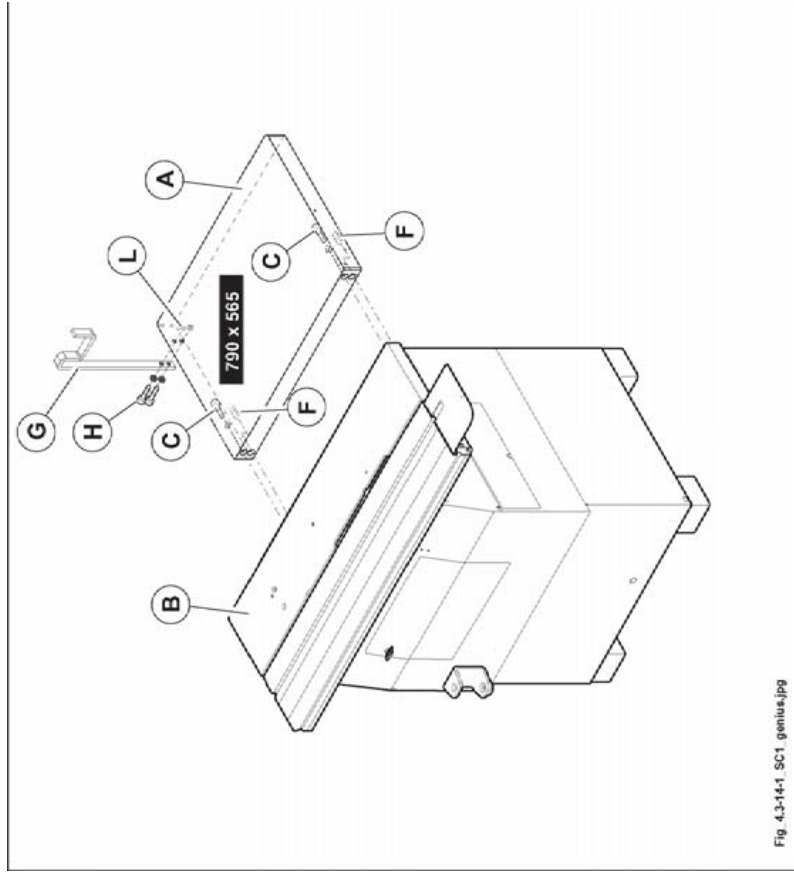

Abb. 4.3-14-1
- die Halterung (G Abb. 4.3-14-1) mit den Schrauben (H Abb. 4.3-14-1) und den Muttern (L Abb. 4.3-14-1) befestigen.